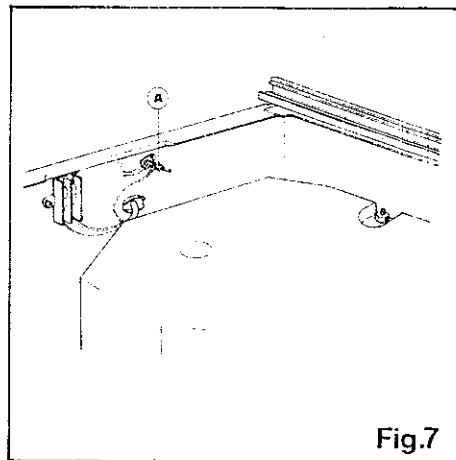

Fig. 7
- se la presa di corrente è priva di contatto a terra, la messa a terra deve essere effettuata con un conduttore (sezione minima 5 mm²) collegato ad una estremità dell'apposito morsetto della parte posteriore della macchina **A** (Fig. 7) e all'altra estremità ad una buona terra artificiale conforme al D.P.R. 27-4-1955, n. 547 ed alle norme CEI 118.
- Si la prise de courant n'a pas le contact de terre, la mise à la terre doit être effectuée avec un conducteur (section minimum 5 mm²) connecté à une extrémité de la borne **A** placée à la partie postérieure de la machine (Fig. 7) et à l'autre extrémité à une bonne terre artificielle conforme aux normes CEI 118.
- if the power socket has not an earthing pin, earthing must be effected with a conductor (minimum section 5 sq.mm.) one end of which is connected to the correct clamp on the rear of the machine **A** (Fig. 7) and the other end to a good artificial earth in compliance with the existing regulations.